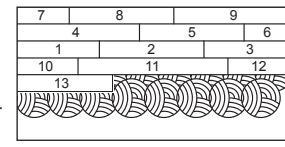

Figura 10d
- Asegúrese de No extender el adhesivo mucho más allá del área donde está trabajando (Figura 10d).